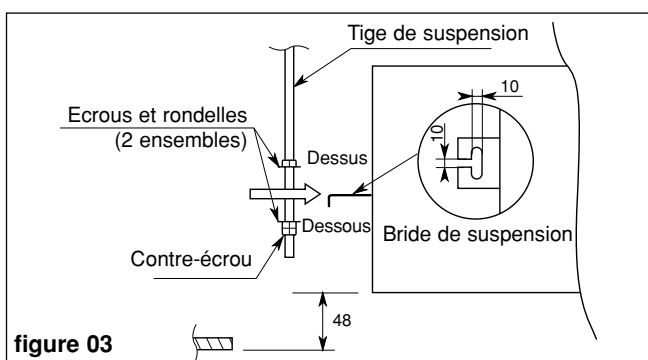

figure 03
- Mettre en place l'unité en utilisant des écrous et des rondelles pour la fixation sur les tiges de suspension (figure 03).